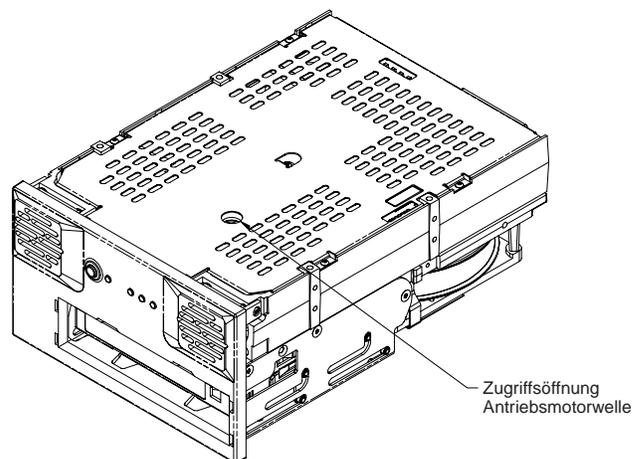

Abbildung 20: Diagramm der Unterseite des Viper 200-Laufwerks mit der Zugriffsöffnung für den Antriebsmotor
4. Führen Sie den 1,5-mm-Sechskantschlüssel durch das in Abbildung 20 dargestellte Loch in der Bodenplatte, und drehen Sie ihn langsam und gleichmäßig im Uhrzeigersinn, um das Band in der Kassette zurückzuspulen. Dieser Vorgang kann eine geraume Zeit in Anspruch nehmen.